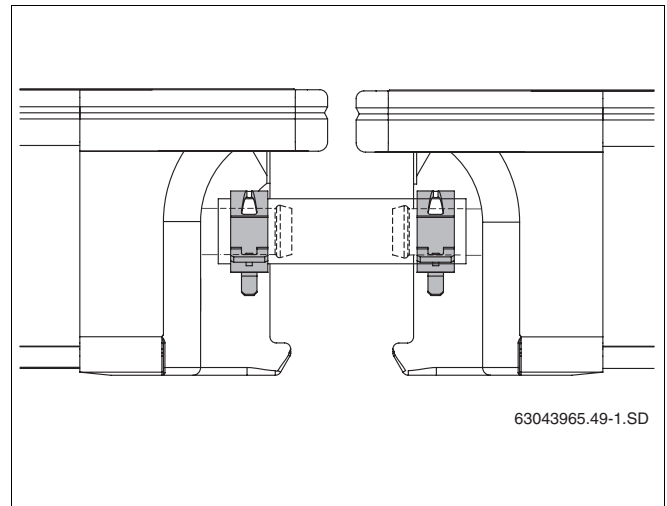

Fig. 28 Tubo solar con abrazaderas montadas
- ▶ Asegure cada tubo solar a la conexión del colector con una abrazadera (fig. 28).